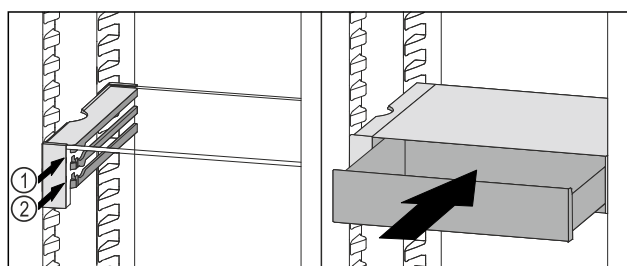

Fig. 176
- Встановити висувний ящик VarioSafe за стопорами на потрібне ребро Fig. 176 (1) або Fig. 176 (2).